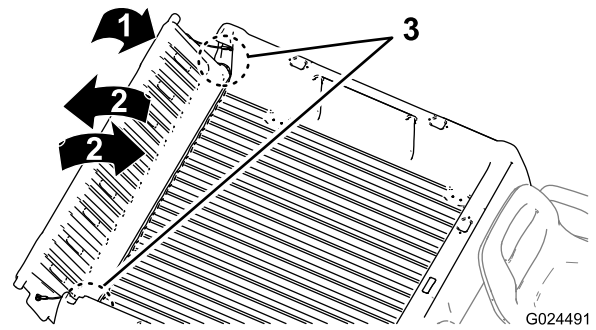

Figura 19
2. Ruotate la sponda posteriori in posizione di circa 45° (Figura 19).
3. Agitate con un movimento rapido per ruotare la sponda posteriore avanti e indietro più volte (Figura 19).